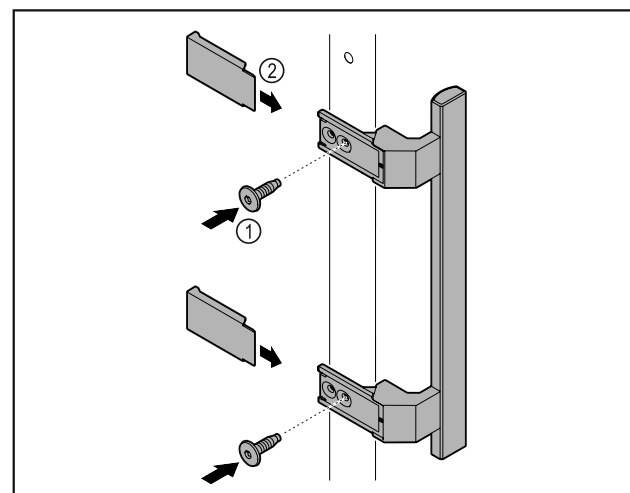

Fig. 9
- Griff aus dem Beipack mit den beiliegenden Schrauben Fig. 9 (1) an der Tür anbringen.
- Abdeckung Fig. 9 (2) aufsetzen.